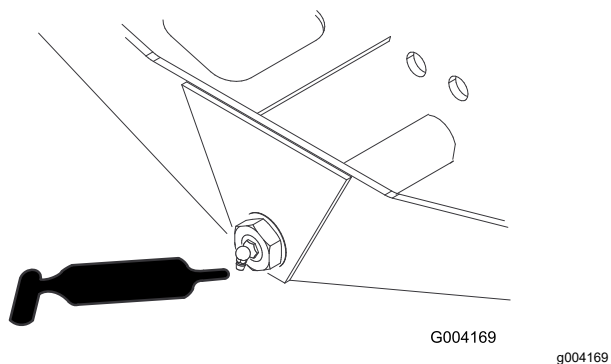

Рисунок 74
- Ось поворота моста (1 шт.) (Рисунок 74)